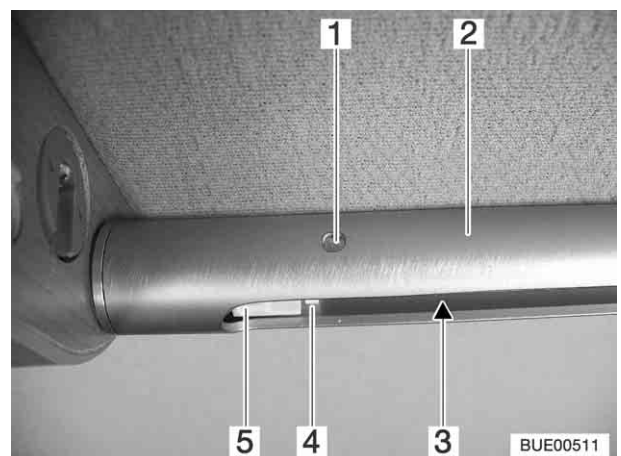

Fig. 190 Lampe à néon
- Placer un petit tournevis dans le trou (Fig. 190,1) du cache de la lampe (Fig. 190,2).
- Pousser avec précaution le tube à néon (Fig. 190,3) à l'aide du tournevis sur le socle (Fig. 190,4) vers le bas pour l'extraire de la douille (Fig. 190,5).